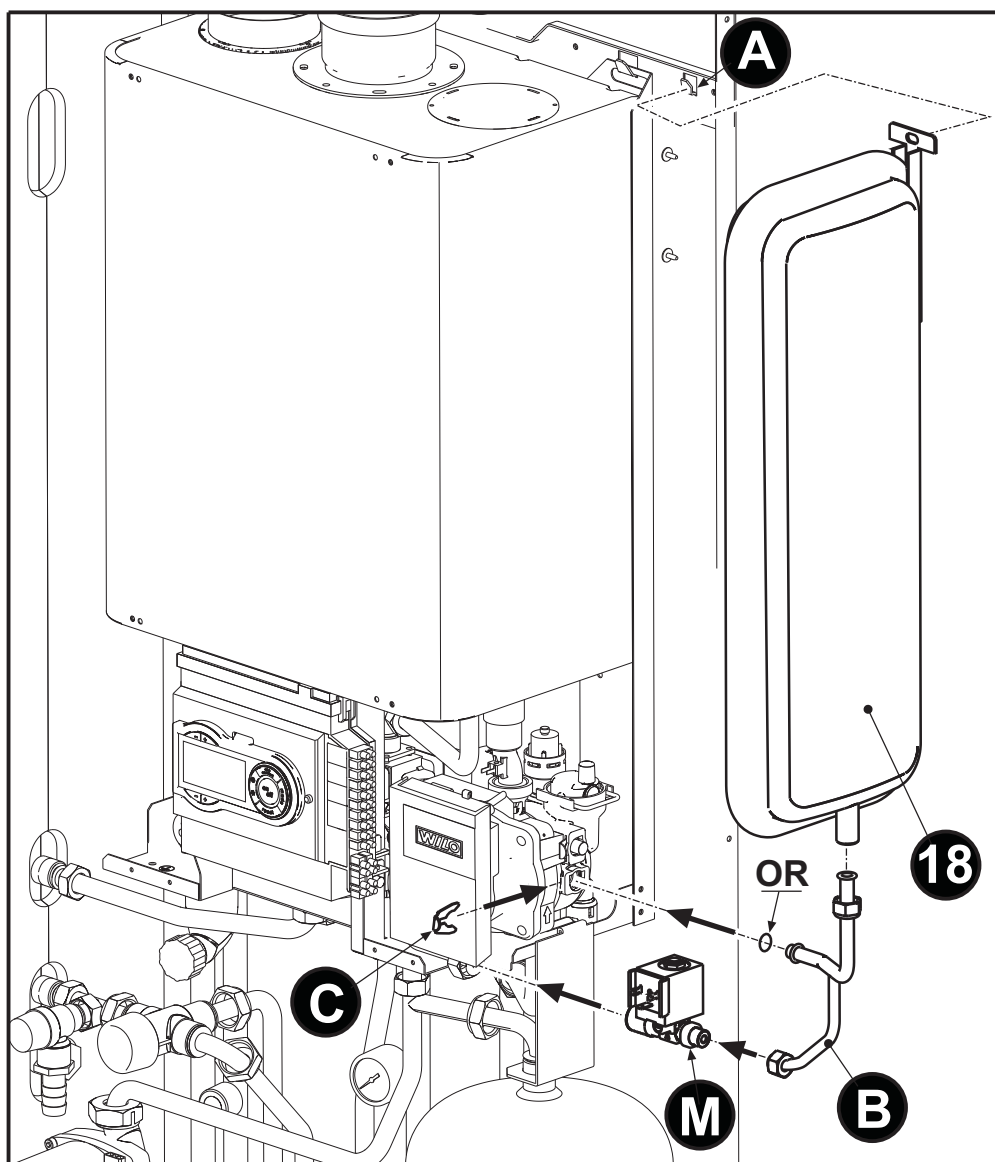

fig. 43
- Agganciare alla apposita staffa interna (A - fig. 43) il vaso di espansione "18". Collegare il tubo "B" alla pompa e successivamente il vaso di espansione e l'elettrovalvola "M" verificando di inserire a fondo la molletta di fissaggio (C - fig. 43) sulla pompa.